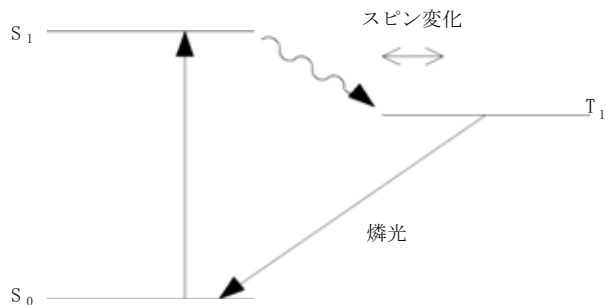

図 4 燐光エネルギーの遷移
燐光の過程が長いのは、励起状態の電子の1つが、溶媒の分子と衝突した場合などに、スピンの方向を変えるためです。これが起きると、励起された分子はいわゆる**3重項状態 (T)** になります (11 ページ 図 4 を参照)。